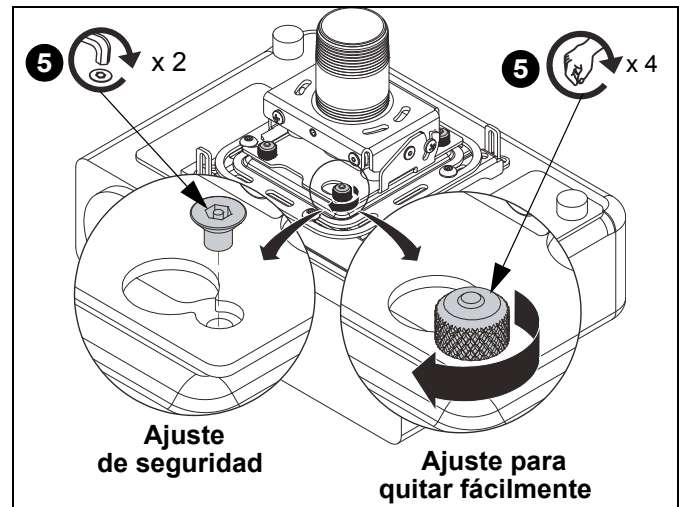

Figura 18
5. Para asegurar el montaje del proyector (Consulte Figura 18):